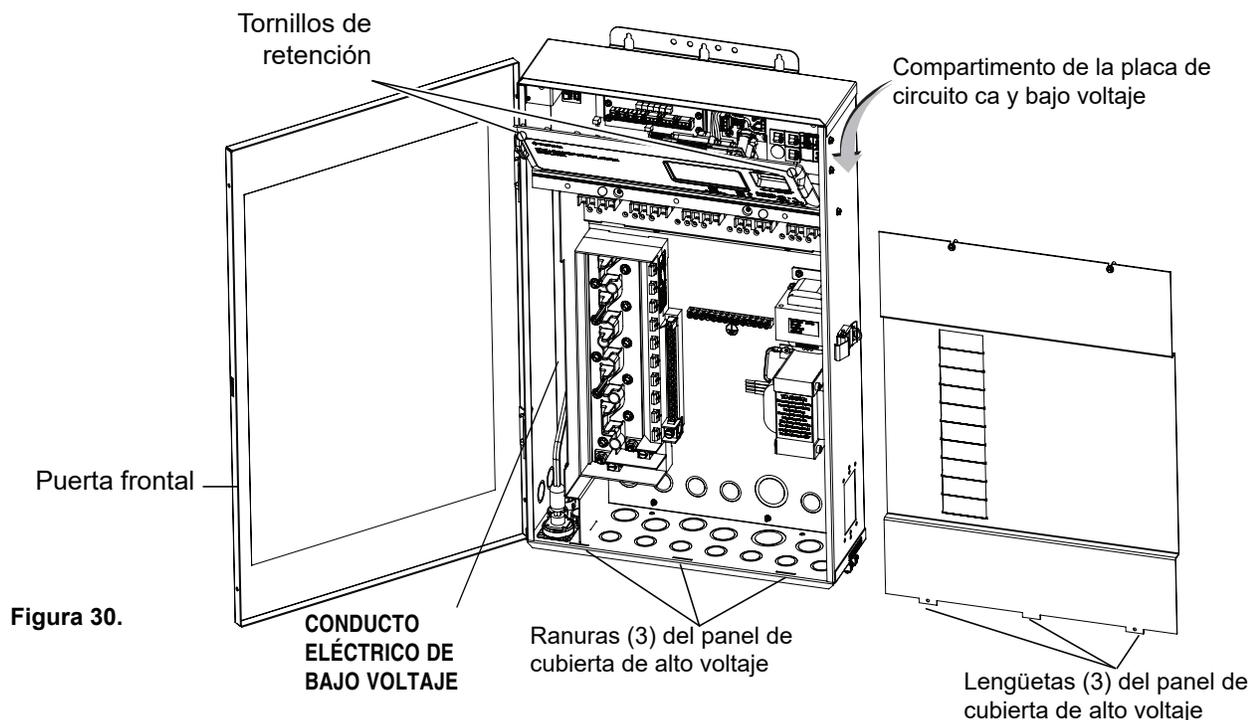

Figura 30.
2. Abra el pestillo de la puerta frontal y abra la puerta frontal. Quite los dos tornillos de retención del panel de la cubierta de alto voltaje y quite el panel. **Ver Figura 30.**
- Vuelva a colocar el panel de alto voltaje: Inserte las tres lengüetas del panel en las ranuras inferiores de la carcasa. Asegure el panel con los dos (2) tornillos de retención. Cierre la puerta frontal y asegúrela con el pestillo. Figura 30 en la página 38.